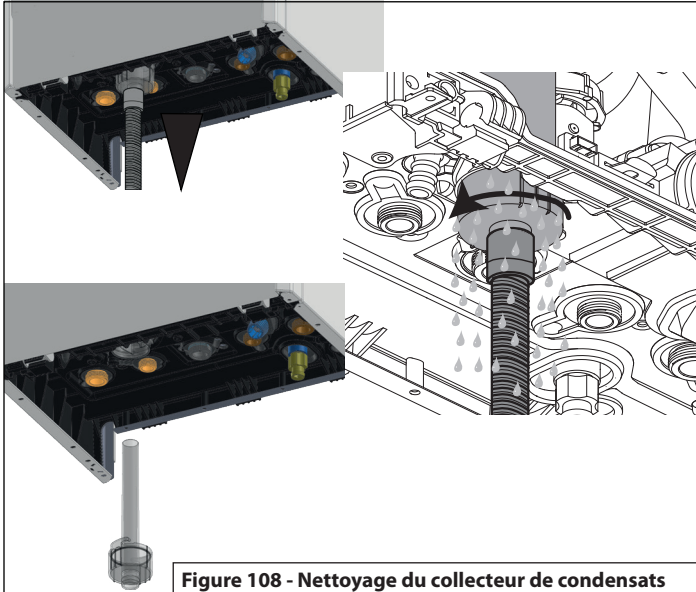

Figure 108 - Nettoyage du collecteur de condensats
**REMARQUE :** Assurez-vous que tous les composants illustrés à la figure 108 sont installés avec la chaudière. En l'absence d'un quelconque composant, NE mettez PAS la chaudière en marche. Remettez en place l'intégralité du collecteur de condensats.